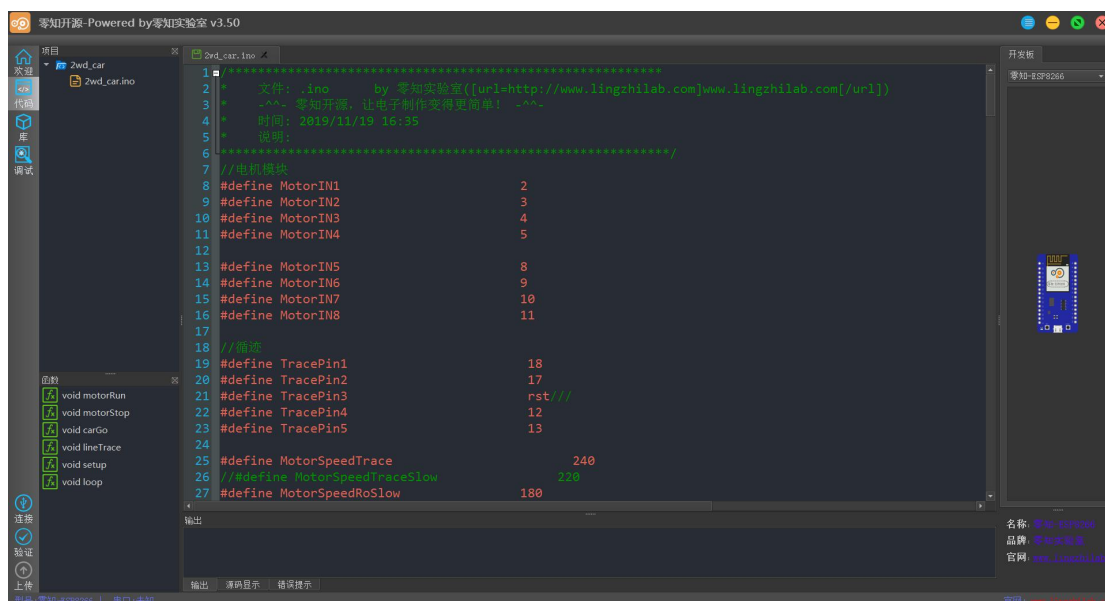

图 3-5 粘贴代码
④ 将复制的代码粘贴到刚在零知开源开发工具新建的项目中，如图 3-5 所示：